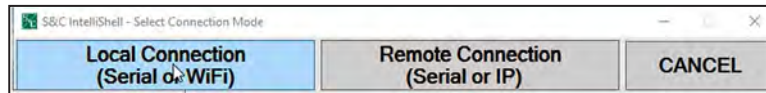

Figura 123. Botão de Conexão Local do IntelliShell.
**PASSO 1.** Clique no botão **IntelliShell** e em seguida no botão **Local Connection (Serial/Wi-Fi)**. Ver Figura 123.